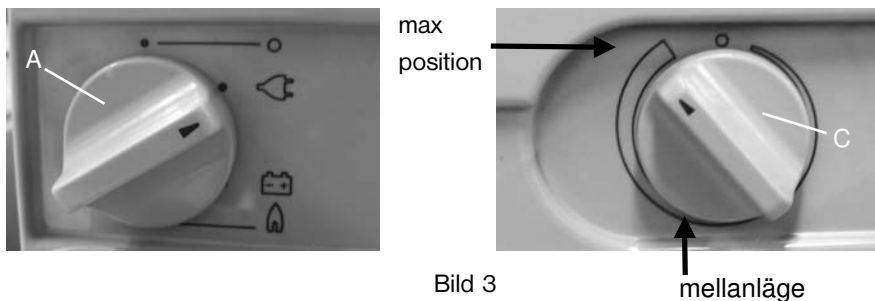

Bild 3
**Inkoppling** (bild 3)
### Frånkoppling (bild 3)